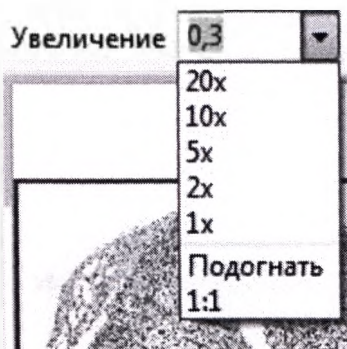

Рисунок 57 - Инструмент "Увеличение"
1. «Увеличение» - изменение увеличения из выбранных значений (Рисунок 57);